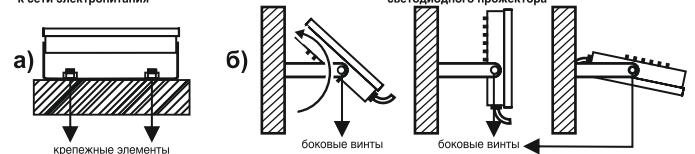

Рис. 3 Схема установки светодиодного прожектора с различным углом поворота.
7.3 Закрепите кронштейн прожектора на поверхности при помощи крепежных элементов (**рис. 3 а**).
7.4 Для того, чтобы изменить угол наклона прожектора, необходимо ослабить боковые винты на кронштейне прожектора. Затем установите необходимый угол наклона и затяните болты (**рис. 3 б**).